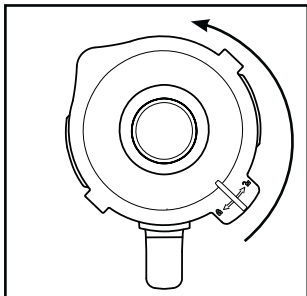

Fig. 1
- 1) Retire el vaso ❸ del bloque motor ❻ en posición recta hacia arriba.
- 2) Retire la tapa ❷; para ello, gírela en sentido antihorario hacia la posición  (consulte la fig. 1) hasta que pueda extraerse hacia arriba.
- 3) Llene el vaso ❸ como mínimo hasta la rayita inferior de la escala ❸ y, como máximo, hasta la marca MAX. Para obtener un resultado óptimo, recomendamos las siguientes cantidades máximas de llenado: